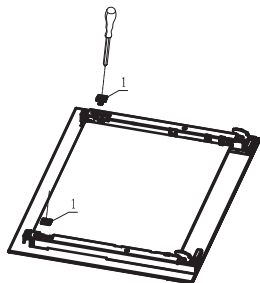

Рис. 3.
3. Ослабленные зажимы. (Рис.3)